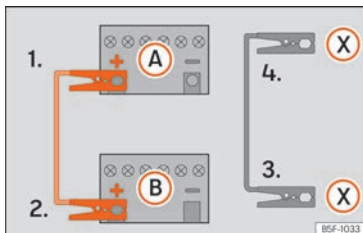

Abb. 82 Anschlusschema für Fahrzeuge mit Start-Stop-System.
- 4b. Bei Fahrzeugen mit Start-Stop-System: ein Ende des schwarzen Starthilfekabels (X) an einen geeigneten Masseanschluss, ein massives, fest mit dem Motorblock verschraubtes Metallteil oder an den Motorblock selbst anklemmen »» **Abb. 82**.
5. Klemmen Sie das andere Ende des schwarzen Starthilfekabels (X) im Fahrzeug mit der entladenen Batterie an ein mit dem Motorblock verschraubtes, massives Metallteil oder an den Motorblock selbst, aber so weit wie möglich von der Batterie (A) entfernt an.